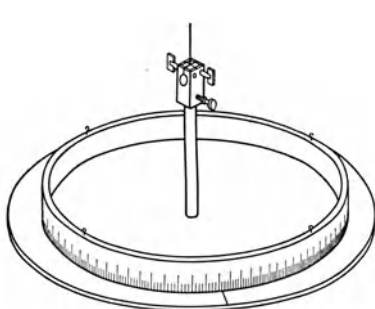

Fig. 97.
b) Lege den Drillring auf die Scheibe, hänge diese wieder an dem 100 cm langen Messingdraht auf, rücke den Ring sorgfältig so, daß der Draht durch seinen Mittelpunkt geht (Fig. 97) und bestimme die Schwingungsdauer  $\tau_2$ .